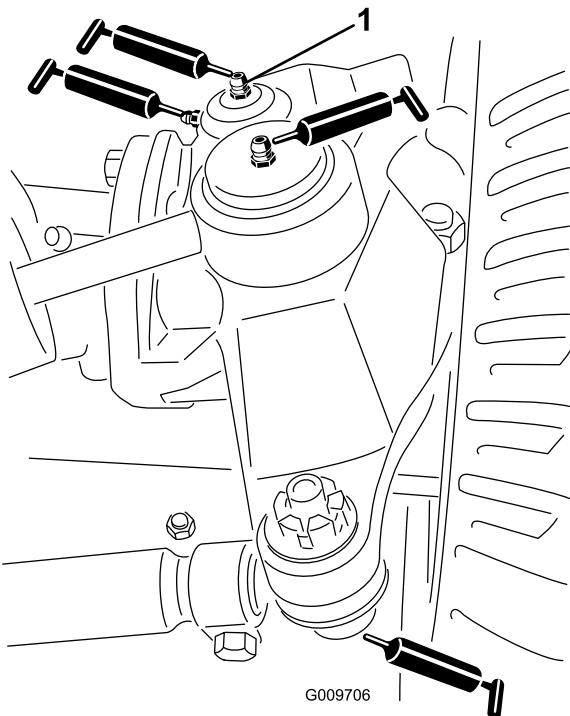

Figura 21
- Articulaciones esféricas del cilindro de dirección (2) (Figura 21)
- Articulaciones esféricas de las bielas (2) (Figura 21)
- Casquillos del pivote de dirección (2) (Figura 21). **El punto de engrase superior del pivote de dirección debe lubricarse solamente cada año (2 aplicaciones).**